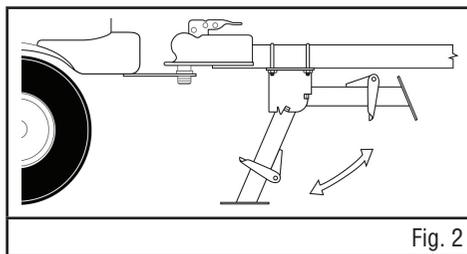

Fig. 2
- For U-bolt stabilizer jacks, place the U-bolts over the trailer tongue frame rail. Slip the ends of the U-bolts through the stabilizer jack's top plate. Fasten the lock washers over the bolt ends and then the nuts. See figure 2
3. Pour les crics stabilisateurs de boulon en U, placez les boulons en U au-dessus du rail du cadre du triangle d'attelage. Glissez les extrémités des boulons en U au travers de la plaque supérieure du cric stabilisateur. Fixez les rondelles-frein sur les extrémités des boulons, suivies des écrous. Voir la figure 2.